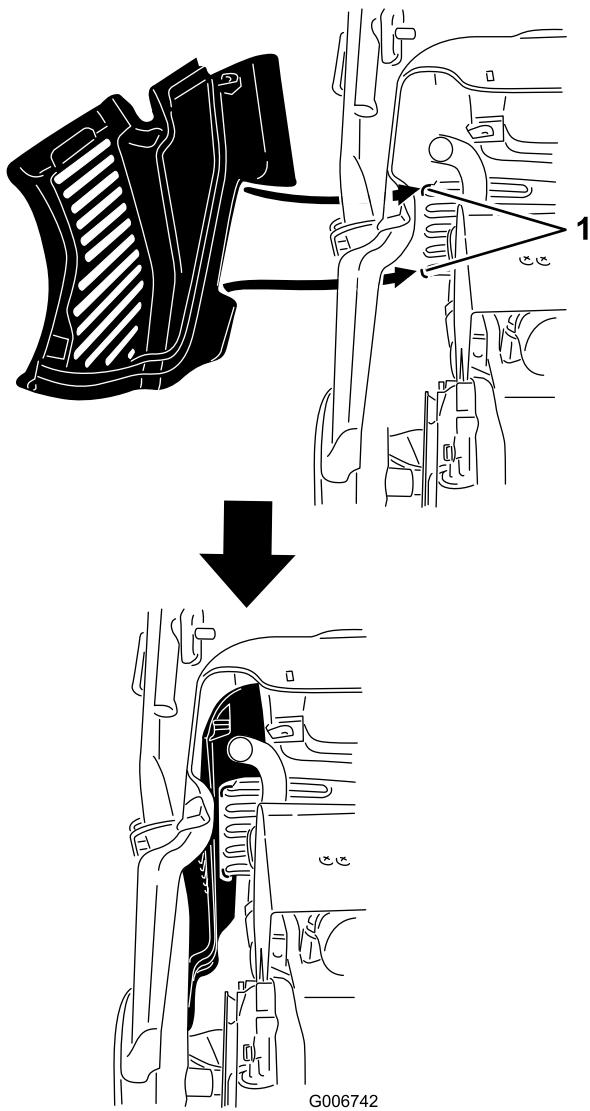

Figure 33
**Remarque:** Le bord supérieur du déflecteur d'échappement doit s'engager dans les languettes situées à l'intérieur du carénage (Figure 33).